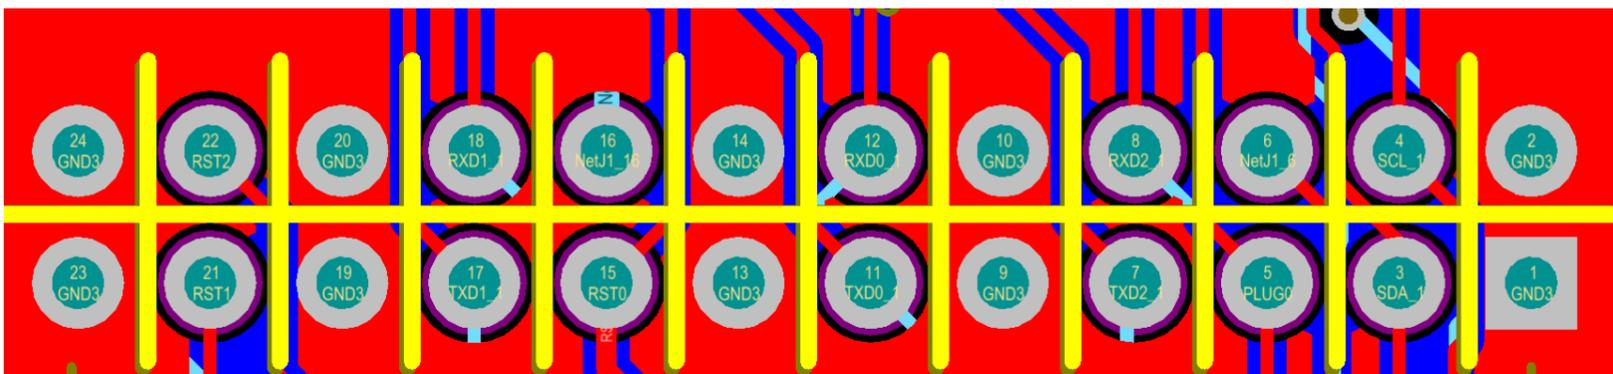

图 11、IO 口各针脚定义
3、IO 口：IO 由 2×12 pitch 2.0 PHSD 90 度直插双排组成。其各针脚定义如下图 11 所示：